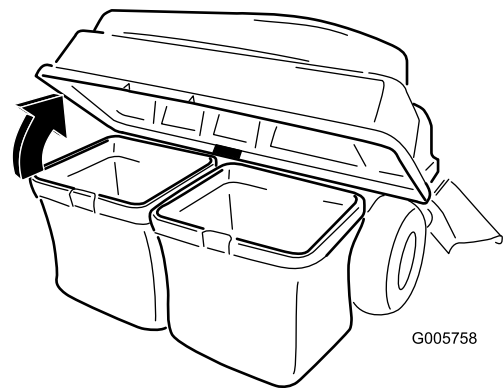

Figura 20
3. Alzate il coperchio del sistema di raccolta per aprirlo (Figura 20).